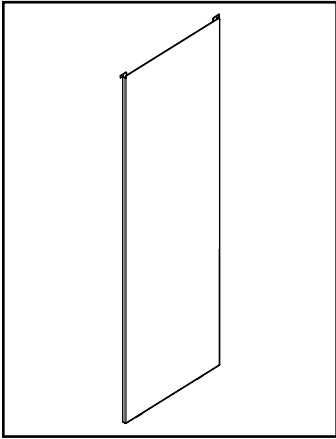
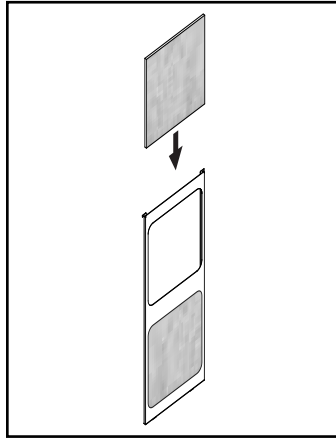
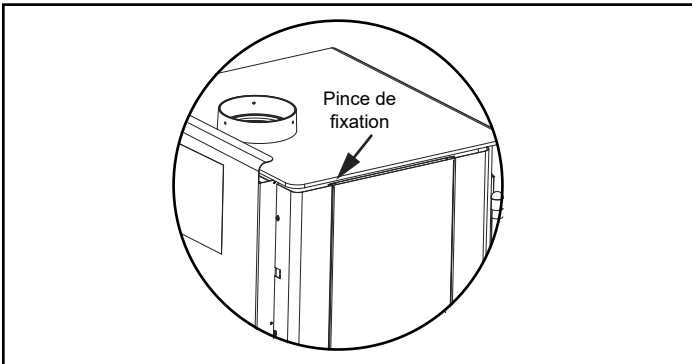

Figure 17.1
Figure 17.2
Figure 17.3
Votre appareil est expédié avec deux options de côtés, l'une est un panneau latéral complet (**Figure 17.1**) et un panneau latéral à tuiles (**Figure 17.3**). Il y en a deux chacun et il n'y a aucun côté droit ou gauche, ceux-ci pouvant donc être changés à tout moment.
3. Empilez les tuiles incombustibles dans le cadre, comme il est indiqué à la **figure 17.2** en insérant la première tuile, pliez les languettes sur le côté arrière **Figure 17.3**, puis glissez la dernière tuile, de telle sorte qu'elle repose sur les languettes.